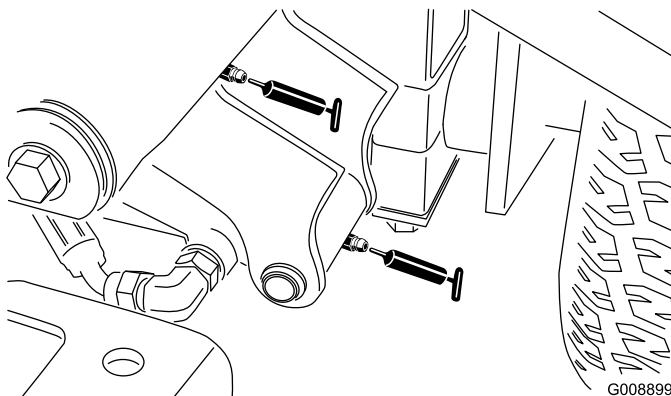

Figura 49
- Articulação do braço de elevação dianteiro esquerdo e cilindro de elevação (2) (Figura 49)